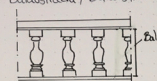

Figura 3b. Palastrada
- Palastrada/Balaustra. Ver figura 3b.